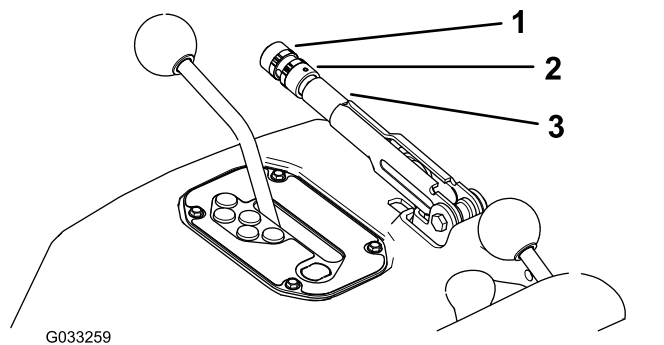

Рисунок 78
2. Ослабьте установочный винт, который крепит рукоятку к рычагу стояночного тормоза (Рисунок 78).
3. Поворачивайте рукоятку (Рисунок 78) до тех пор, пока усилие, требуемое для активации рычага, не достигнет 20–22 кг.
- По окончании регулировки затяните установочный винт (Рисунок 78).